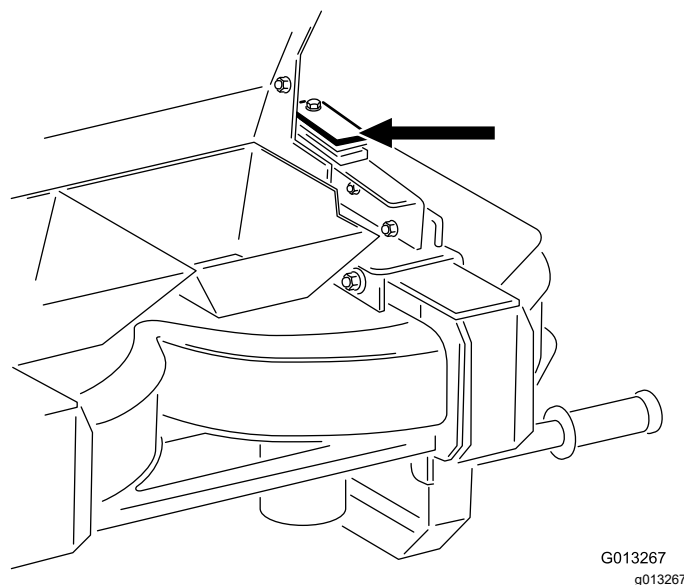

Figure 2
1. Si vous prévoyez d'utiliser un Twin Spinner (double disque) sur le même topdresser, retirez l'entretoise en plastique supérieure ($\frac{3}{8}$ "") comme montré à la Figure 2, ainsi que la rondelle métallique ($\frac{1}{4}$ ""), et remplacez-les par les entretoises en plastique et en métal fournies. Cela permet aux plaques des longerons montées précédemment de rester en place lorsque vous montez un Twin Spinner ou un kit bande transporteuse et orientation.